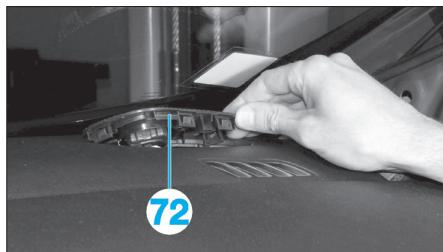

Fig. 40
- Dégrafer le tweeter (72), débrancher son connecteur puis le déposer (effectuer la même chose de l'autre côté) (Fig.40).